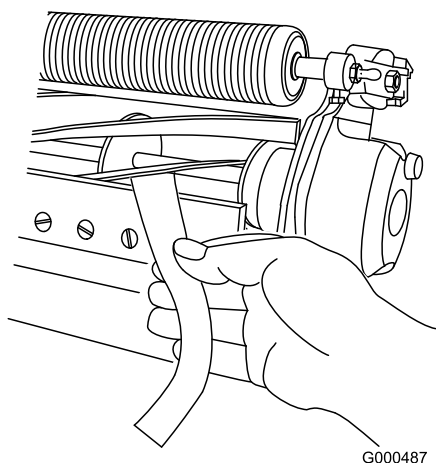

Figura 11
- B. Inserte una tira larga de papel para comprobar el rendimiento del corte entre el molinete y la contracuchilla, perpendicular a la contracuchilla (**Figura 11**) y, a continuación, gire **lentamente** el molinete hacia delante; deberá cortar el papel; de lo contrario, repita los pasos **A** y **B** hasta que corte.
11. Inserte una tira larga de papel para comprobar el rendimiento del corte (pieza Toro n.º 125-5610) entre el molinete y la contracuchilla, perpendicular a la contracuchilla (Figura 11) y, a continuación, gire **lentamente** el molinete hacia delante; deberá cortar el papel; de lo contrario, gire 1 clic cada perno de ajuste de la barra de asiento en sentido horario, hasta que corte el papel.